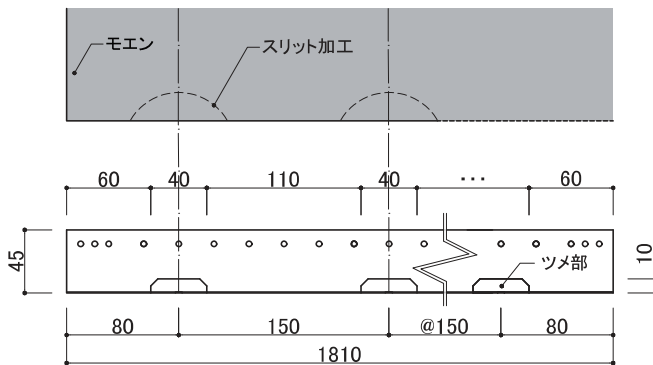

図1 スリット加工部用スターター寸法図
- モエン下端はスリット加工をおこなうため、スリット加工部用スターター(KE150A)のツメ部(@150mm)に合わせ、スリット加工位置を墨出ししてください。(図1参照)